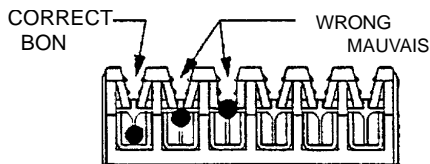

Figure 2
- The position of the wire should allow the locking lances to return to their original positions (figure 2).
- La position du fil doit permettre aux harpons du boîtier de reprendre leur position initiale (Figure 2).